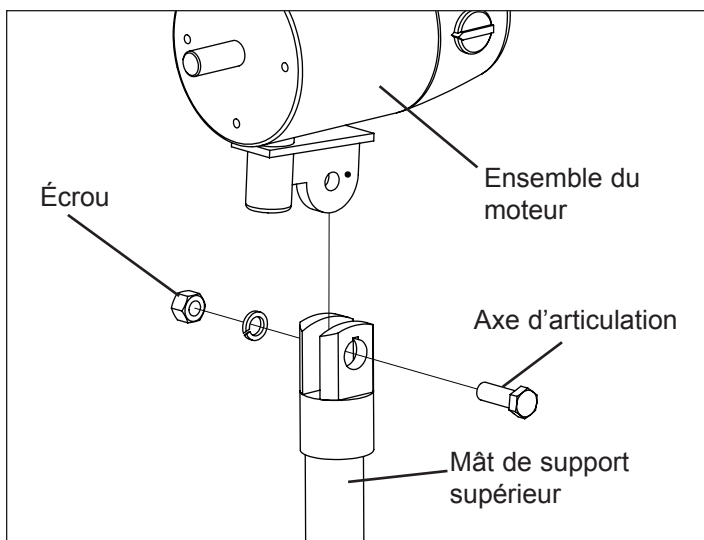

Figure 1 : Fixation du moteur à l'ensemble de support du moteur
3. Vissez fermement les vis à embase (5) à l'aide de la clé/du tournevis cruciforme.
7. Fixez le bloc-moteur avec l'axe d'articulation (M12*40), l'écrou (M12) et la rondelle (Figure 1). Serrez l'écrou fermement à l'aide de la clé. Serrez la vis de réglage.